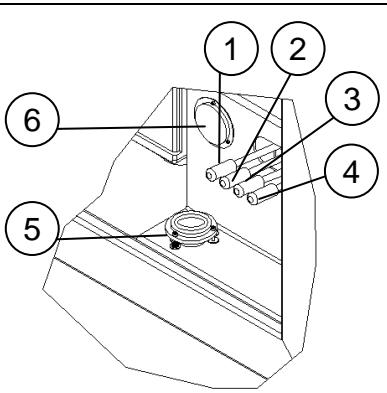

fig. 4.3.4
- Far scendere gli stabilizzatori azionando alternativamente le leve (*pos. 1-2-3-4 fig. 4.3.4*). Azionandole verso il basso si ottiene prima l'uscita delle travi e poi automaticamente l'uscita degli stabilizzatori, azionandole verso l'alto il rientro. Fare uscire completamente gli stabilizzatori in modo da sollevare l'autoveicolo e scaricare le sospensioni.
- Osservare la bolla di livello (*pos. 5 fig. 4.3.4*) situata lateralmente ai comandi stabilizzatori e livellare correttamente l'autoveicolo, azionando opportunamente le leve degli stabilizzatori. La macchina è livellata correttamente quando la bolla d'aria, all'interno dell'indicatore, è posizionata nel settore centrale (0°).
- fare rientrare gli stabilizzatori fino a fine corsa, azionando alternativamente le leve (pos. 1-2-3-4 fig. 4.3.4)